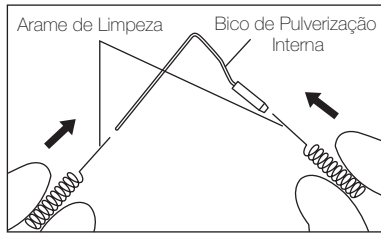

Fig. 8
- 1) Introduza o arame de limpeza diretamente nos bicos de pulverização interna e externa. (Fig. 8. 9)